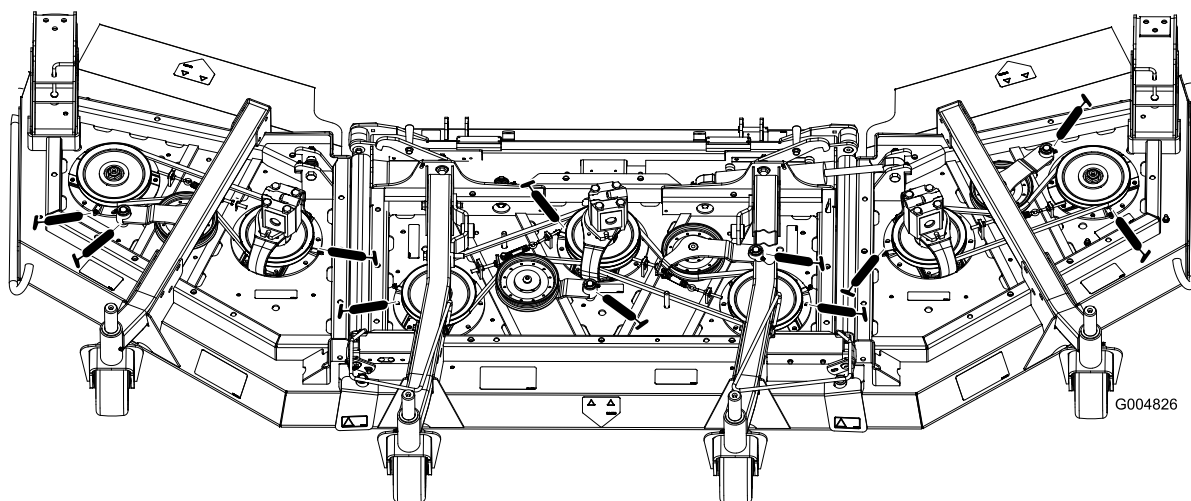

Figura 64
- 3 cuscinetti dell'asse del mandrino – situati sotto la puleggia (Figura 64)
- 2 boccole orientabili del braccio di rinvio (Figura 64)